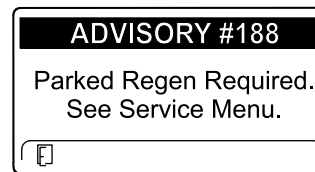

Figure 66
- Régénération en stationnement requise AVIS N° 188 (Figure 66)